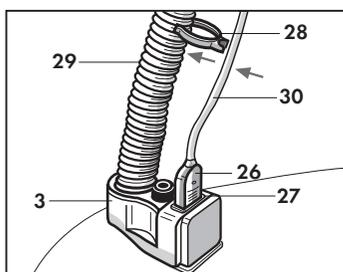

Fig. 24
Utile per la pulizia profonda di tappeti, passatoie, moquettes. Questo accessorio funziona senza vapore, se accidentalmente viene premuto il tasto vapore, il vapore viene scaricato in aria. Per il suo utilizzo occorre inserire la spina (26) dell'accessorio nell'apposita presa (27) sulla parte superiore dell'attacco rapido (3), montare i ganci (28) sul tubo flessibile (29) ed agganciare il cavo di alimentazione (30) dell'accessorio (**Fig. 24**).